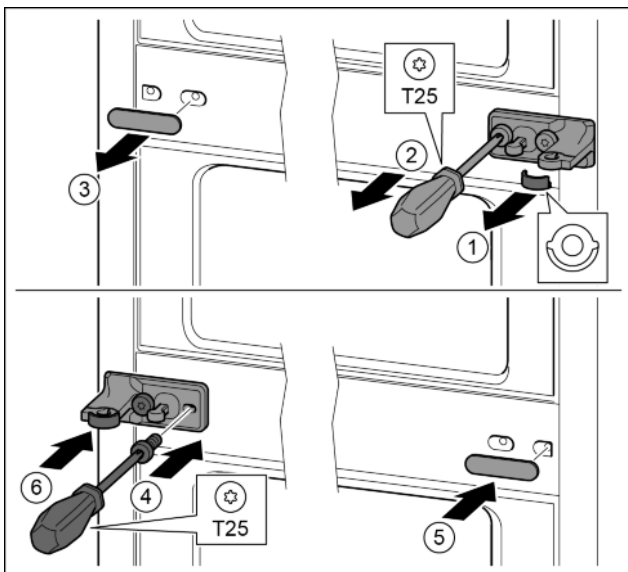

Fig. 30
- ▶ Scheibe abziehen. Fig. 30 (1)
- ▶ Schrauben mit Schraubendreher T25 herausdrehen. Fig. 30 (2)
- ▶ Abdeckung vorsichtig abziehen. Fig. 30 (3)
- ▶ Lagerbock mit Folie um 180° gedreht auf der anderen Seite fest anschrauben. Fig. 30 (4)
- ▶ Abdeckung um 180° gedreht auf der anderen Seite anbringen. Fig. 30 (5)
- ▶ Scheibe von vorn aufschieben. Fig. 30 (6)